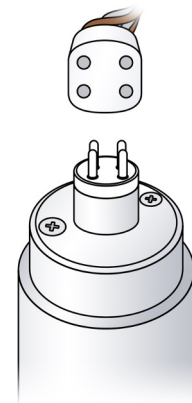

Fig. 3
- Retire la cubierta de acceso lateral (gire el tornillo 90 grados hacia la derecha o la izquierda) (fig. 3).
- CONECTE el conector de la lámpara al extremo de la lámpara UV asegurándose de que el conector esté correctamente alineado con las clavijas. (Consulte la fig. 3 en la página anterior).